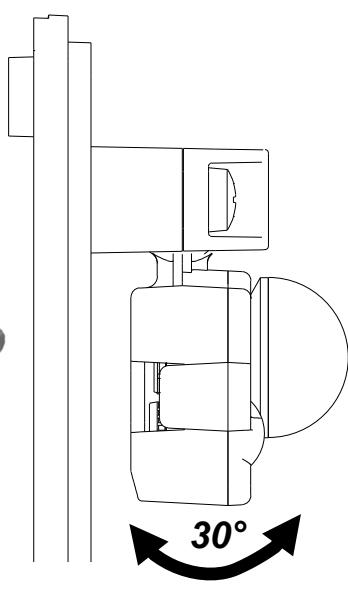

Fig. 2
- 4) Resserrer les vis de serrage « A » pour verrouiller les positions des têtes rotatives (fig. 2).
- 4) Serrare le viti di fissaggio "A" per bloccare le posizioni delle teste rotanti (fig. 2).
- 4) Tighten the clamping screws "A" to lock the positions of the rotating heads (fig. 2).
- 4) Apriete los tornillos de apriete "A" para bloquear las posiciones de los cabezales giratorios (fig. 2).